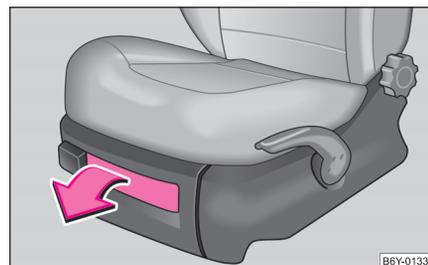

Fig. 84 Asiento delantero: Portaobjetos
- Para abrir la tapa, inclinar el cierre y levantar la tapa ⇒ página 77, fig. 84.